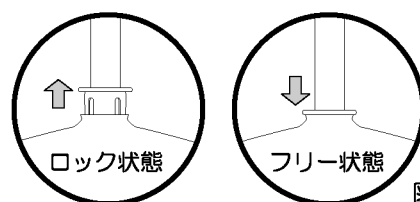

図1
② コードケースを取付ける
- 2 コードアジャスターを押し込みながらコードを引き出しコードケースを本体側に引き下げる。(図1参照)
- コードケースの動かし方は、コードアジャスターをコードケースに押し込みフリー状態（図1 参照）にして移動させてください。